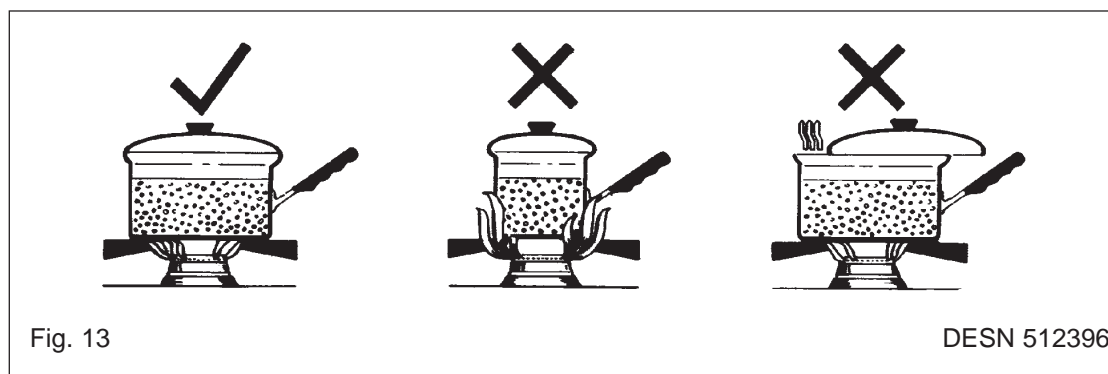

Fig. 13
- Posez toutes les casseroles bien au milieu au-dessus des brûleurs. Les flammes doivent se porter vers le fond de la casserole. Ne laissez pas les flammes lécher les bords de la casserole. (Voir Fig. 13).